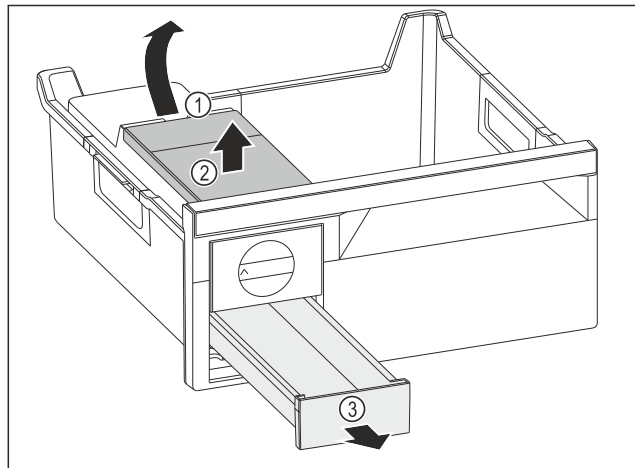

Fig. 86
- ▶ Sacar el depósito de agua: Subir el depósito de agua por la entalladura Fig. 86 (1).
- ▶ Extraer el depósito de agua Fig. 86 (2) por arriba.
- ▶ Extraer el cajón para cubitos de hielo Fig. 86 (3) por delante.